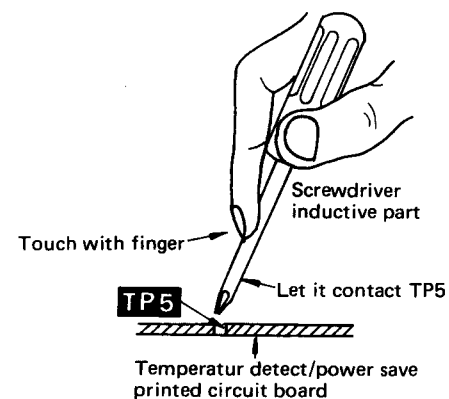

Fig. 20
- ① Connect DC voltage and 8Ω load to "main" speaker terminal.
- ② Apply 1 kHz 0.5V output to both Lch and Rch INPUT terminals.
- ③ Give induction hum (Fig. 20) to TP5, and then check the output voltage.
- ① Gleichspannung und 8Ω-Last an den "Main"-Lautsprecheranschluß anschließen.
- ② Ausgangsleistung von 1 kHz, 0,5 V an den Eingangsanschluß des linken und des rechten Kanals anlegen.
- ③ Induktionsbrummen (Abb. 20) an TP5 anlegen und dann die Ausgangsspannung überprüfen.